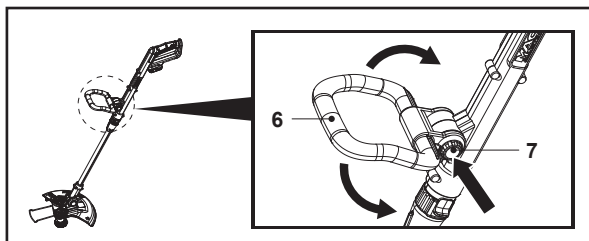

Fig. 4
1. Presione el bloqueo de la empuñadura auxiliar (7) (Fig. 4).
2. Ajuste la empuñadura auxiliar (6) (Fig. 4).
3. Suelte el bloqueo de la empuñadura auxiliar (7).
4. Asegúrese de que la empuñadura auxiliar (6) queda bloqueada en su posición.